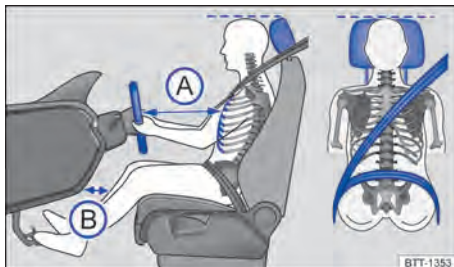

Fig. 23 Distância correta do condutor em relação ao volante, posição correta do caderço do cinto de segurança e ajuste correto do apoio para cabeça.
- Ajustar o banco de modo que a distância entre o volante e o tórax tenha no mínimo 25 cm → Fig. 23 A e que o condutor possa segurar o volante pela borda externa com as duas mãos e os braços ligeiramente dobrados.
- Ajustar o banco do condutor na direção longitudinal de modo que os pedais possam ser acionados com as pernas ligeiramente arqueadas e a distância para o painel de instrumentos na área do joelho seja de, no mínimo, 10 cm → Fig. 23 B).
- Ajustar o apoio para cabeça de modo que a sua borda superior se encontre preferencialmente na mesma linha da parte superior da cabeça → Fig. 23 – porém não abaixo da altura dos olhos. Posicionar a parte posterior da cabeça o mais perto possível do apoio para cabeça.